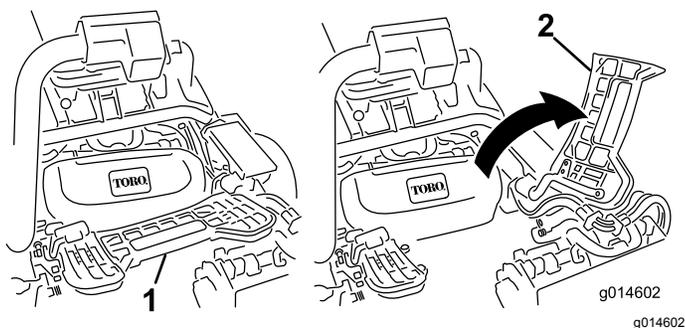

Рисунок 47
2. Поднимите и поверните вверх подножку, открывая доступ к центральному режущему блоку (**Рисунок 47**).